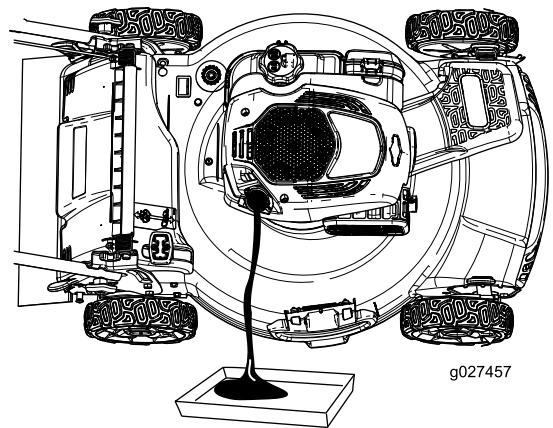

Figura 26
4. Incline o cortador para o lado (de forma a que o filtro de ar fique voltado para cima) para drenar o óleo utilizado para fora do tubo de enchimento do óleo (Figura 26).